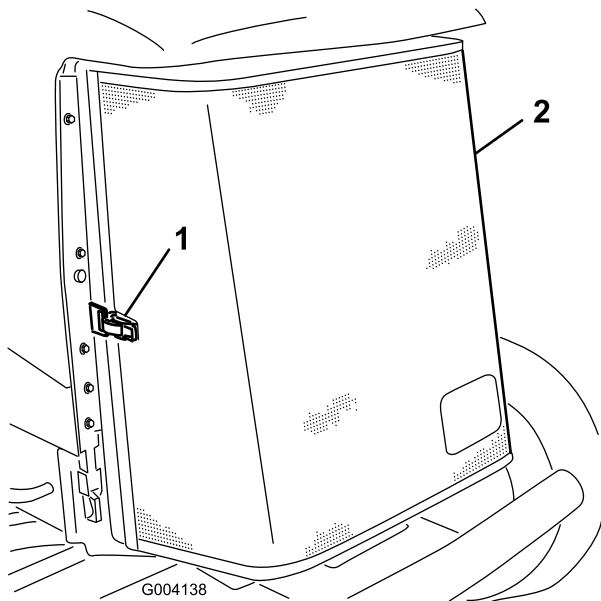

Figura 104
5. Desenganche la rejilla trasera y ábrala (Figura 104).